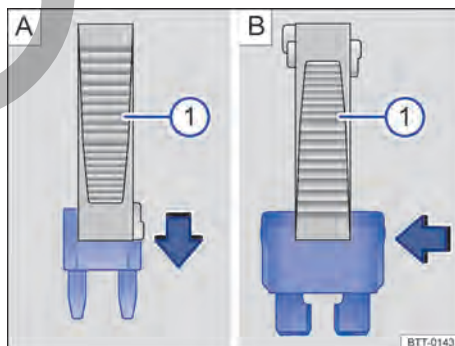

Fig. 167 Quitar o instalar un fusible con la garra de la pinza de plástico ①.
- De ser necesario, retirar la pinza de plástico → fig. 167 ① de la cubierta de la caja de fusibles.
- En caso de *fusibles pequeños*, encajar la garra ① por encima → fig. 167 A.
- En caso de *fusibles mayores*, empujar la garra ① lateralmente sobre el fusible → fig. 167 B.
- Si el fusible está quemado, sustituir el fusible por uno nuevo de la *misma* intensidad de corriente (mismo color e inscripción) y del *mismo* tamaño → ①.